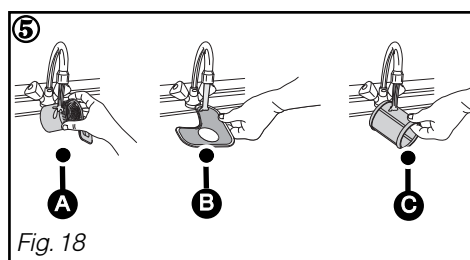

Fig. 18
④ Retirez le tamis micro filtre Ⓒ .
⑤ Nettoyez soigneusement les filtres Ⓐ , Ⓑ et Ⓒ sous l'eau courante (Fig. 18).